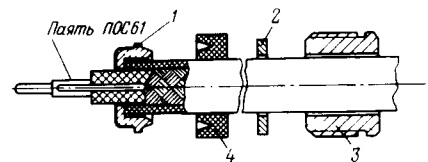

Рис. 42. К заделке в разъем высокочастотного кабеля (к п. 7):
7. Припаять штырь (гнездо) к внутренней жиле кабеля (рис. 42).